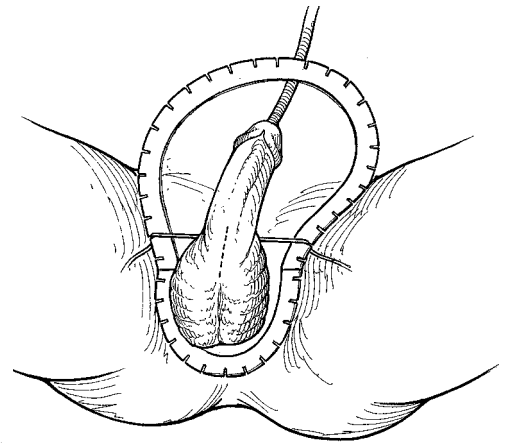

Fig. 4-2. Penoscrotal metod: identifiera snittställe
- Vid användning av SKW-retraktorn ska ringretraktorn placeras på patienten med den stora ringen mot patientens huvud (cefalt) och den mindre mot patientens fötter (laudalt). (Se fig. 4-2).
- Fortsätt hålla snittet på penis och placera krokar kl. 1, 5, 7, 11, 3 och 9. (Se fig. 4-2).